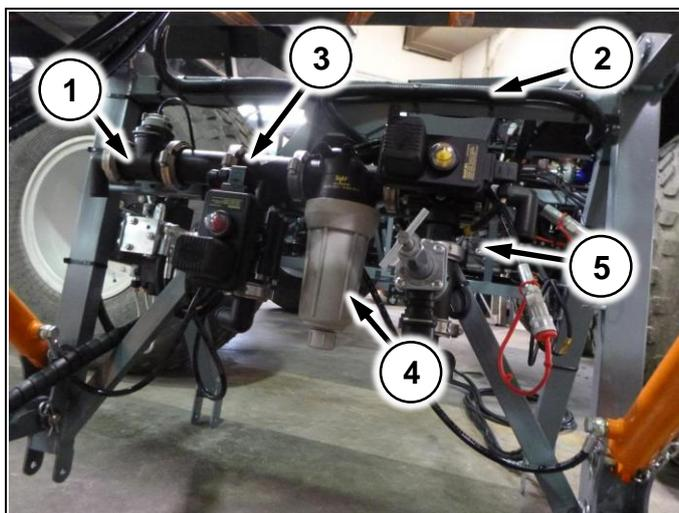

Рис. 93
(Рис. 93/1) – расходомер;
(Рис. 93/2) – главный клапан;
(Рис. 93/3) - регулировочный клапан;
(Рис. 93/4) – корпус фильтра тонкой очистки;
(Рис. 93/5) – предохранительный клапан.
1. М – главный клапан (Рис. 93/2)
2. R – регулирующий клапан (Рис. 93/3)
3. Расходомер (Рис. 93/1) и датчик скорости подключаются в 3х.-контактные герметичные разъемы (См. схему в кратком руководстве по электрооборудованию)